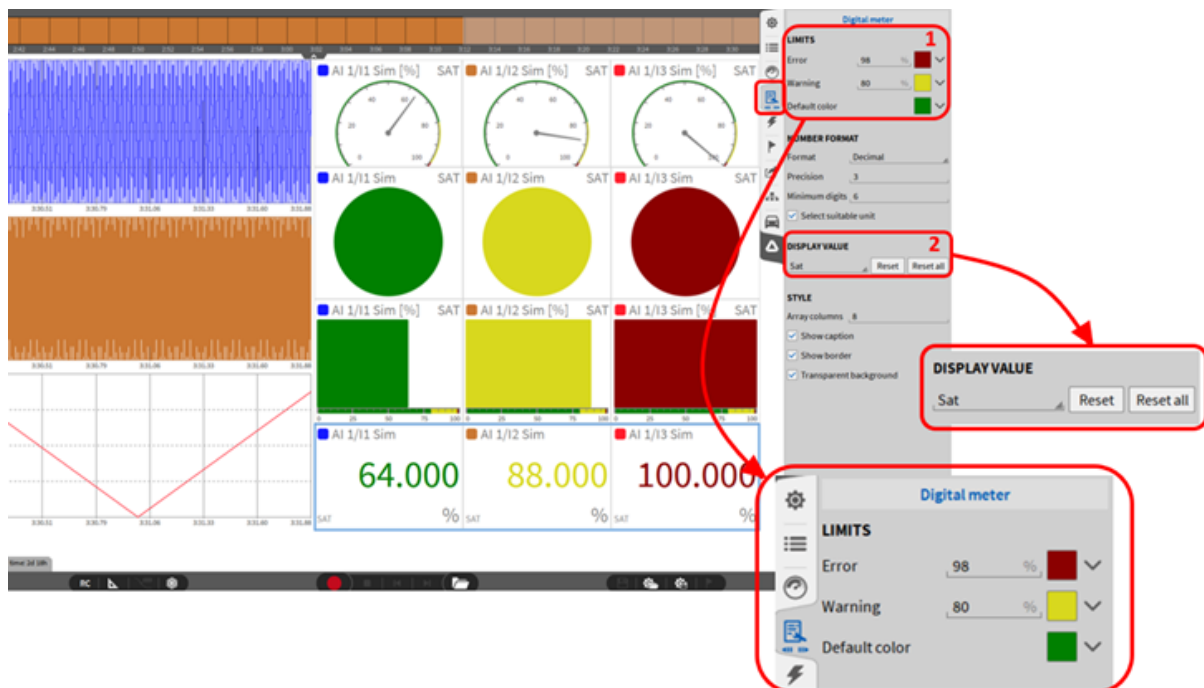

Abb. 8.106: Sättigungsdarstellung von Kanälen
Nach dem Hinzufügen einer der zuvor aufgelisteten Instrumente am Messbildschirm, muss als Anzeigewert der Modus „Sat“ (Sättigung) in den Einstellungen des jeweiligen Instrumentes ausgewählt werden. (siehe ② Abb. 8.106). Mit Betätigen des Knopfes „Reset“ kann das ausgewählte Instrument zurückgesetzt werden, mit „Reset all“ werden automatisch alle Sättigungsdarstellungen zurückgesetzt (Auch für andere als das ausgewählte Instrument). Nach der Auswahl des Anzeigewertes „Sat“, können die Farben sowie die Grenzwerte für die Darstellung bei Bedarf geändert werden (siehe ① in Abb. 8.106).